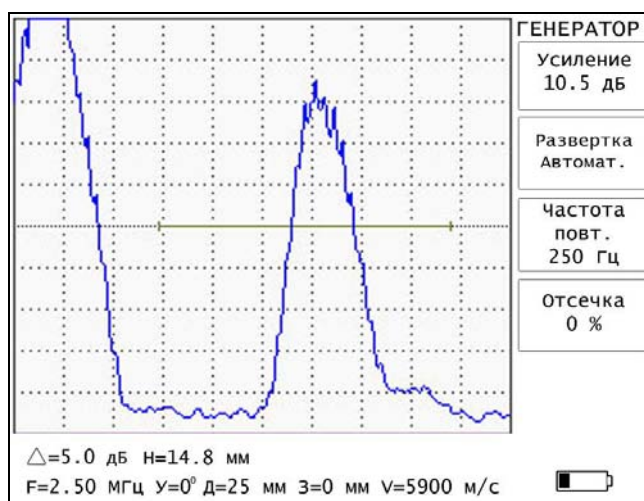

Рис. 5.7.
5.5.3. Меню «ГЕНЕРАТОР» содержит следующие параметры (рис. 5.7).